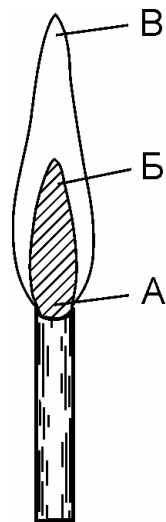

Рис. 2. Строение пламени
5. Пламя правильно горящей горелки прозрачно и имеет голубоватый оттенок. Оно не светится и не коптит. В нем ясно различаются две зоны (рис. 2). Внутренняя зона пламени имеет температуру 300–350 °С. В нижней ее части *А* происходит разложение светильного газа, а в верхней *Б* – неполное горение с выделением свободного углерода, раскаленные частицы которого светятся. Часть пламени *Б* называется «восстановительной», так как частицы углерода легко окисляются, т. е. являются восстановителем.